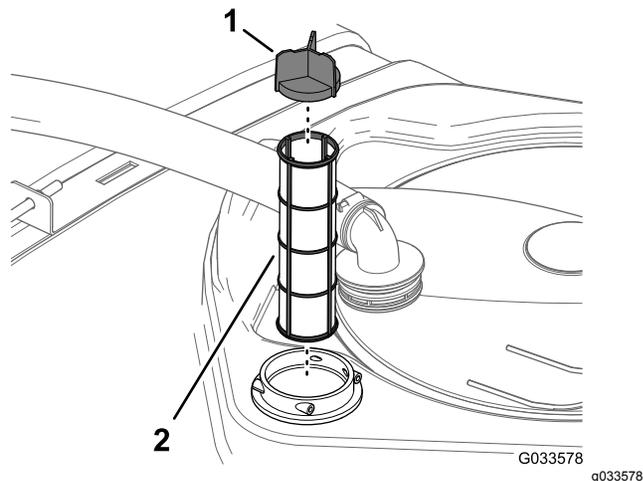

Figura 100
4. Retire o filtro de sucção antigo da estrutura do filtro no depósito (Figura 100).